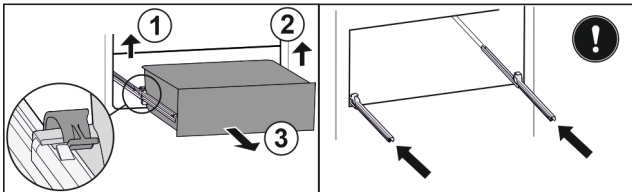

Fig. 79
- ▶ Linker klem optillen en gelijktijdig lade links naar voren trekken. Fig. 79 (1)
- ▶ Rechter klem optillen en gelijktijdig lade rechts naar voren trekken. Fig. 79 (2)
- ▶ Lade naar voren toe verwijderen. Fig. 79 (3)